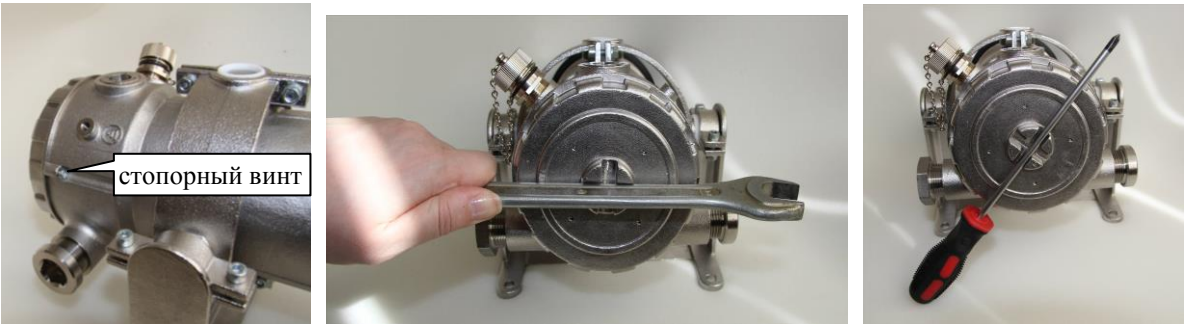

Рисунок 5
1. С помощью отвертки ослабить стопорный винт основания прибора и открутить ее против часовой стрелки, используя гаечный ключ/отвертку в качестве рычага (Рисунок.5).